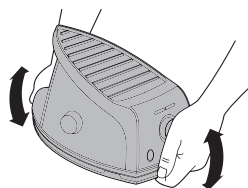

FIG.1
3. Retirez le réservoir (Fig. 1).